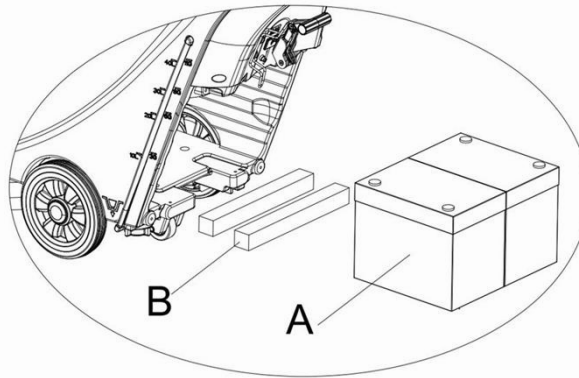

Figura 6
- 1) Para batería con una longitud inferior a los 270 mm, utilice 2 piezas de la placa de fijación (**B, Figura 6**) y colóquelas una al lado de la otra dentro de la batería de tanque de agua;
- 2) Para batería con una longitud entre 310mm-270mm, use 1 pieza de la placa de fijación (**B, Figura 6**) y colóquelas dentro de la batería de tanque de agua;